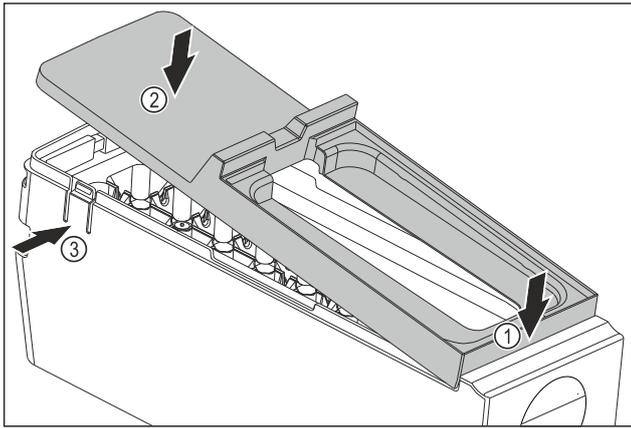

Fig. 161
- ▶ Abdeckung des EasyTwist-Ice-Korpus montieren: Abdeckung vorne ansetzen. Fig. 161 (1)
- ▶ Abdeckung hinten absenken. Fig. 161 (2)
- ▶ Abdeckung rastet hörbar in beiden Laschen Fig. 161 (3) ein.